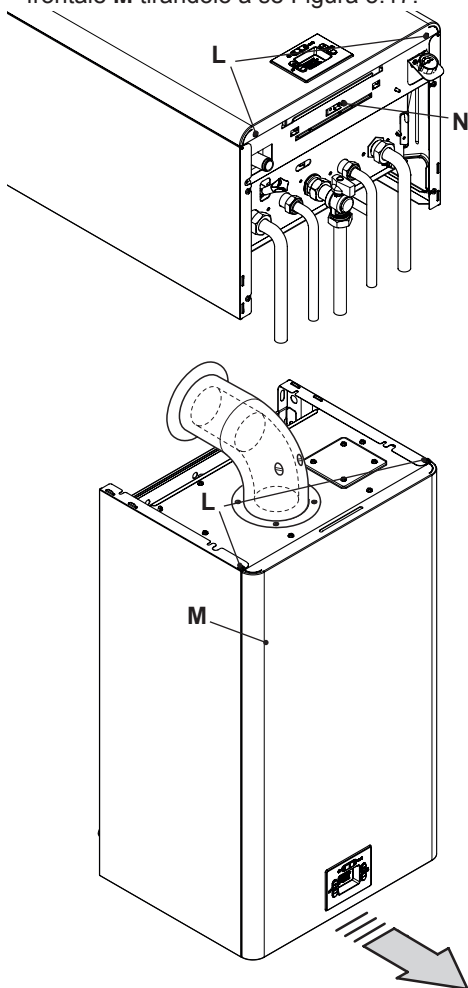
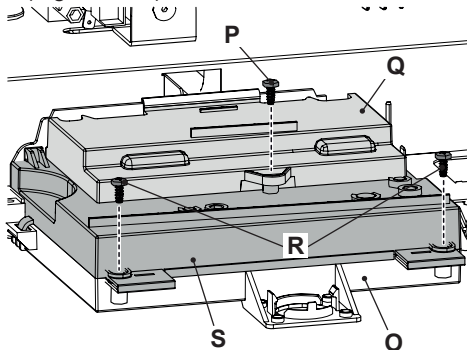

Figura 5.17
Figura 5.18
- Svitare le viti **L** e rimuovere il pannello frontale **M** tirandolo a sé (Figura 5.17).
- Svitare la vite **N** (Figura 5.17) e ruotare il pannello comandi **O**, come illustrato in Figura 5.18.
- Svitare la vite **P** e sollevare il coperchio **Q** per liberare i cavi dai pressacavi (Figura 5.18).
- Svitare le viti **R** e sollevare il coperchio **S** (Figura 5.18).